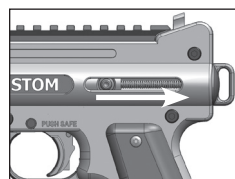

Figure 2:
- Armez le marqueur en glissant la poignée de la culasse vers l'arrière du marqueur jusqu'à ce qu'elle se verrouille, comme montré en Figure 2. Gardez toujours votre marqueur en position armée lorsque l'alimentation en air/CO2 est fixée à celui-ci. Cela empêche toute décharge accidentelle.